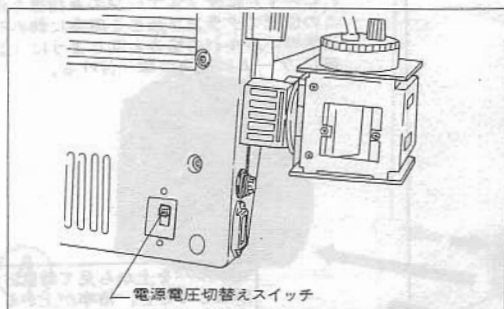

図4
- 1) 電源電圧を鏡基底部の電源電圧切替えスイッチで入力電圧に合わせます。(図4)